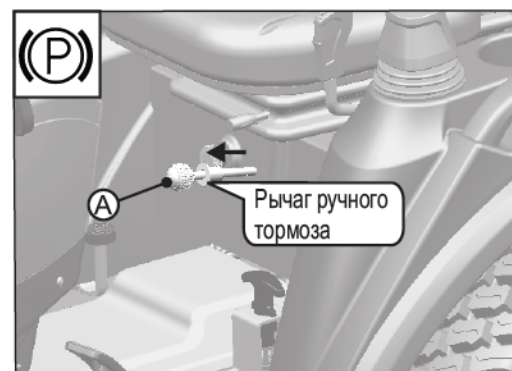

Рис. 4.19
- Потяните рычаг ручного тормоза вверх, чтобы включить ручной тормоз (Рис.4.19).
- Нажмите на штуцер (А, рис. 4.19) по направлению вперёд, надавите на рычаг ручного тормоза по направлению вниз и отпустите штуцер «А».